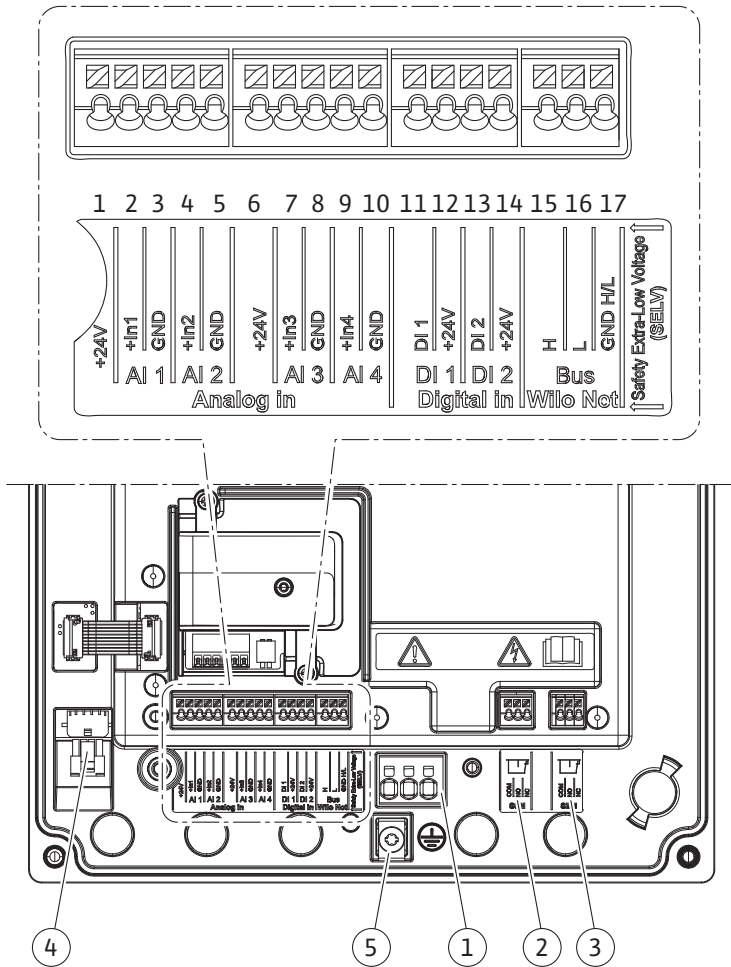
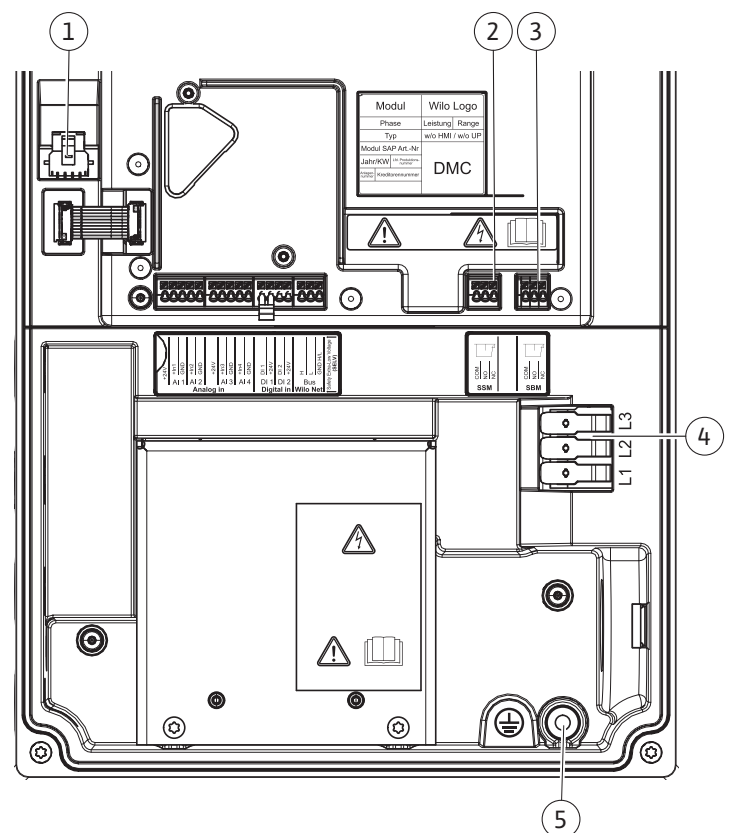

Fig. 23: Översikt över plintar i modulen (0,37 kW ... 7,5 kW)
Fig. 24: Översikt över plintar i modulen (11 kW ... 22 kW)
Nätanslutning (Fig. 23, pos. 1) (Fig. 24, pos. 4)
Jordskruv (Fig. 23/24, pos. 5)